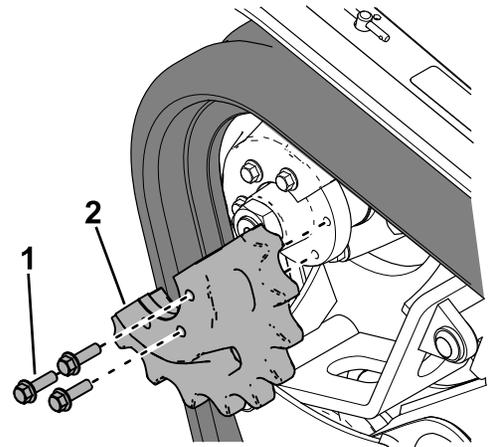

図 62
19. 取り外された駆動スプロケットハーフの固定ボルトのねじ山にロックコンパウンドを塗ってスプロケットハーフを取り付ける 図 62。ボルトを95-115N・m3.7-4.6kg・m = 70~85 ft-lbにトルク締めする。